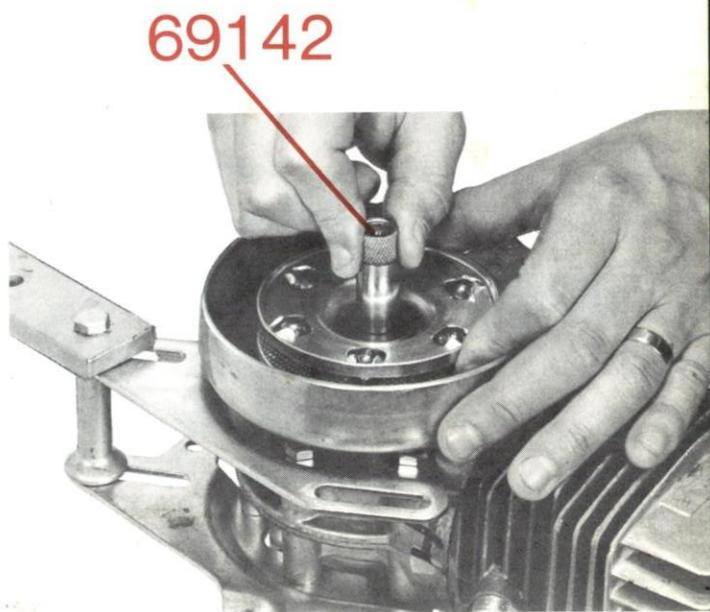

Figure 12
- Maintenir d'une main l'ensemble et de l'autre dévisser la douille n° 69142, retirer l'entretoise (I), la rondelle (K) et sortir l'ensemble (figure 12).